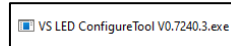

Abbildung 1 – Installationsdatei
1. Klicken Sie auf die .exe Installationsdatei im heruntergeladenen .zip-Ordner, wie in Abbildung 1 dargestellt.